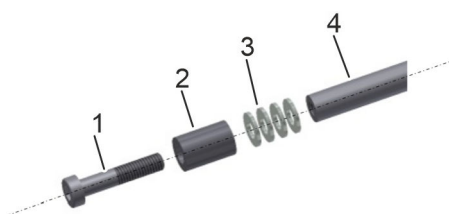

Abb. 13: Messstab
- 1.** → Scheiben 5,3 mm (Abb. 13/3) und Distanzring (Abb. 13/2) mit der Schraube M5 (SW4) (Abb. 13/1) an den Messstab (Abb. 13/4) anschrauben. Drehmoment 8 Nm. Dabei Messstab mit dem Maulschlüssel SW6 gegenhalten.